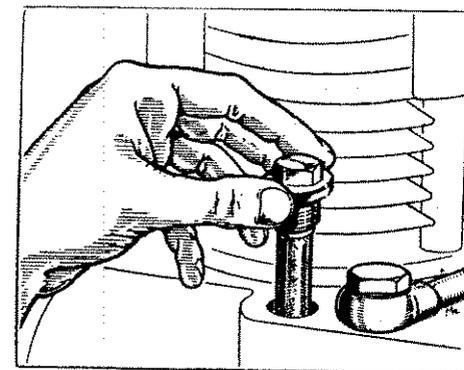

Fig. 10
4) **Pulizia del filtro olio sulla mandata** - Ogni 200 ore circa togliere il bocchettone del filtro avvitato sul dorso del basamento, (Fig. 10), indi lavarlo con petrolio o nafta.